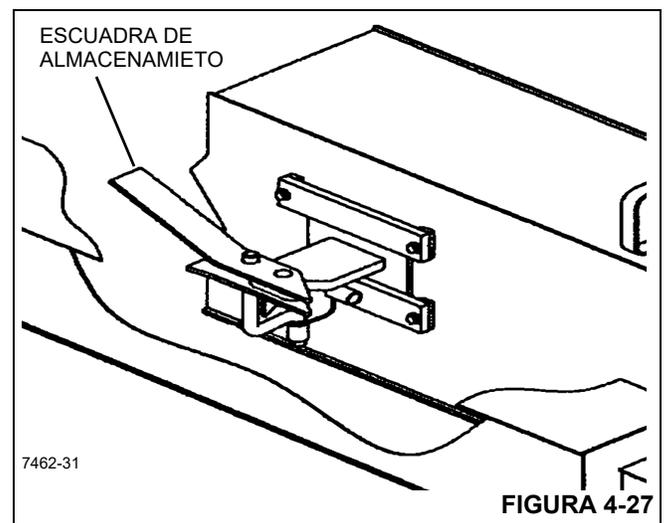

FIGURA 4-27
Es extremadamente importante para la seguridad del operador de la grúa y para todos los que trabajen alrededor de la grúa que la extensión del plumín se asegure debidamente a la escuadra de almacenamiento del plumín (Figura 4-27) y a la punta de la pluma principal.
- Con el plumín fijado con pasador a la cabeza de la polea, gire el plumín paralelo a la pluma y asegúrelo a la escuadra de almacenamiento del plumín, Figura 4-27.